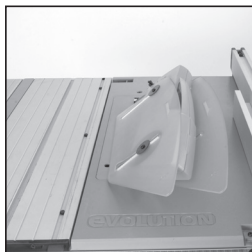

Abb. 9
- Wenn sichergestellt ist, dass der Sägeblattschutz über den gesamten Höheneinstellbereich funktioniert, muss kontrolliert werden, ob der Schutz genauso gut funktioniert, wenn sich das Sägeblatt in einem Neigungswinkel befindet (**Abb. 9**).